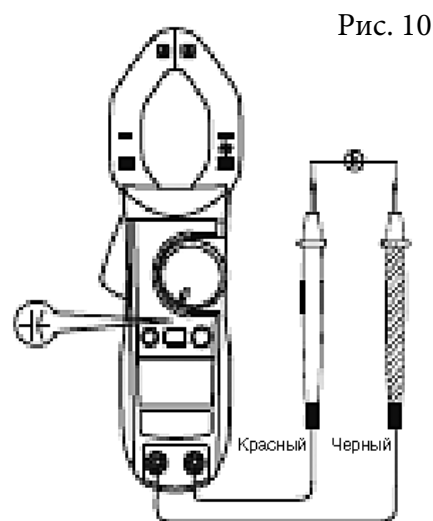

Рис. 10
3. Измерение емкости (см. рис. 10)
- Если показания положительные, то направление тока — снизу вверх. На рис. 10 показано, что верхняя часть прибора направлена вверх, а нижняя часть — вниз. Держите Прибормультиметр крепко, не отпускайте. Составляющая эффекта Холла очень чувствительна не только к магнитному воздействию, но и к теплу; кроме того, она реагирует на работу приборов. Любые вибрации или помехи могут быстро привести к изменению в показаниях.